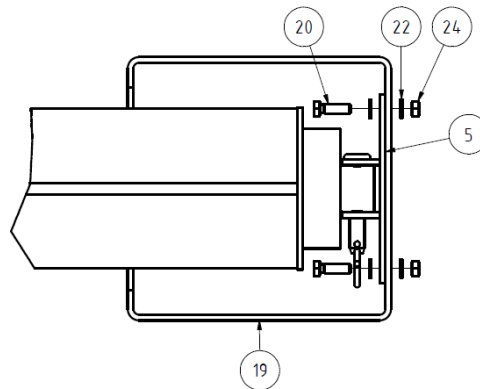

Abbildung 7: Montage des Antriebslagers an der Motorfangvorrichtung
Positionieren Sie die Bohrungen des Antriebslagers (5), wie in Abbildung 7 dargestellt, über den Bohrungen in der Motorfangvorrichtung (19) und verschrauben diese 4-mal mit den beiliegenden Sechskantschrauben (20), Sechskantmutter (24) und Unterlegscheiben (22). Achten Sie darauf, dass die Öffnung im Antriebslager (5) nach oben zeigt.